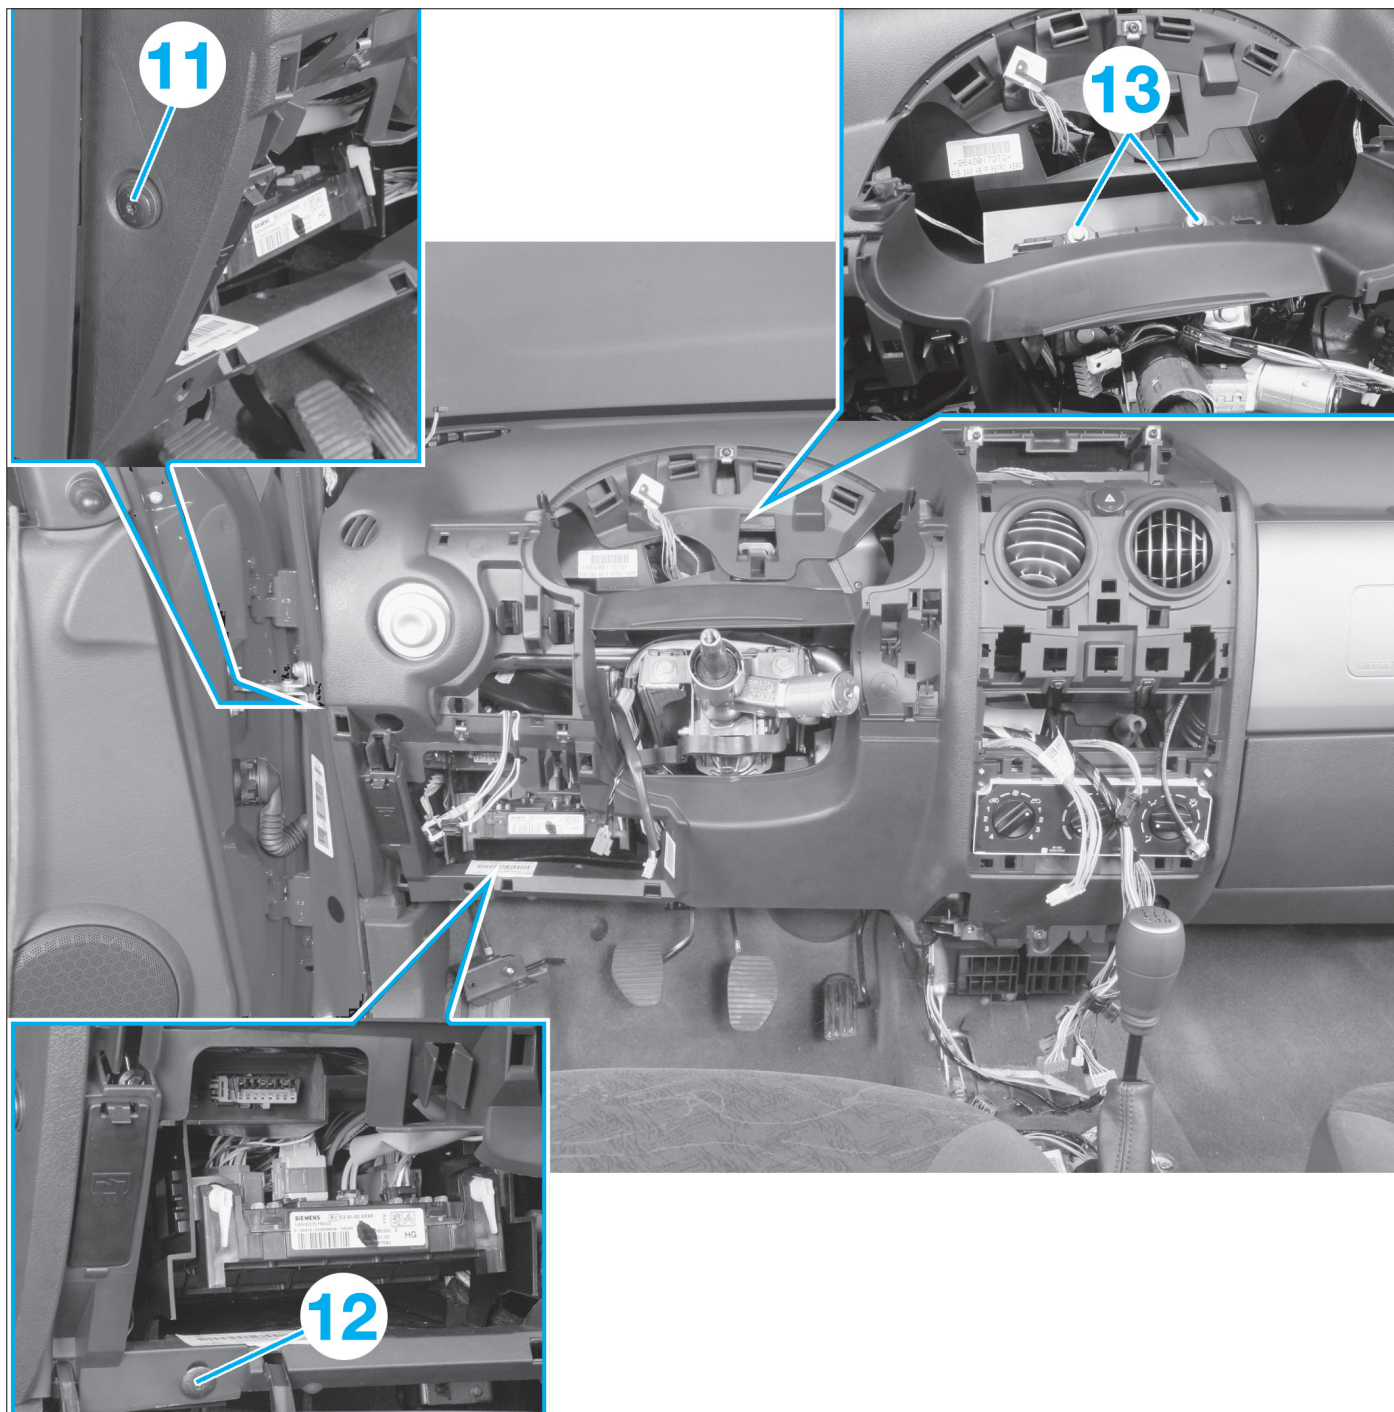
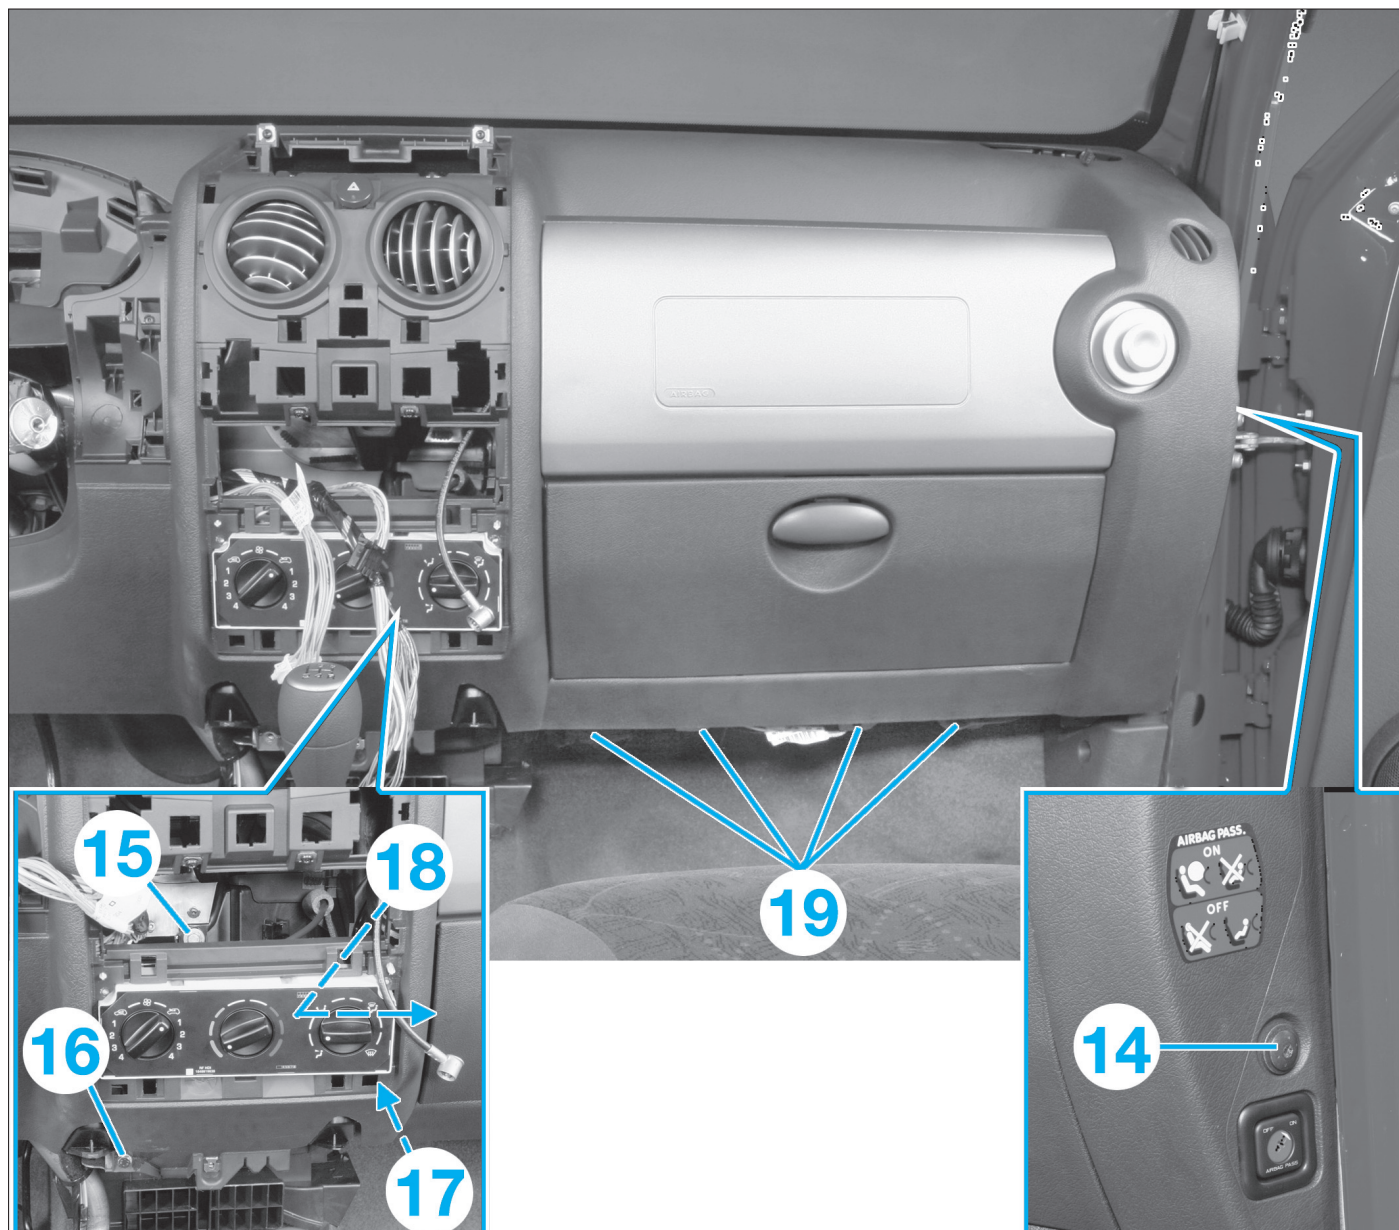

FIG. 35
FIG. 36
- De part et d'autre de la planche, déposer les vis (11) et (14) (Fig.35) et (Fig.36).
- À la base de la boîte à fusibles, déposer la vis (12).
- À l'emplacement du combiné d'instruments, déposer les 2 vis (13).
- Dans le logement de l'autoradio, déposer la vis (15) (Fig.36).